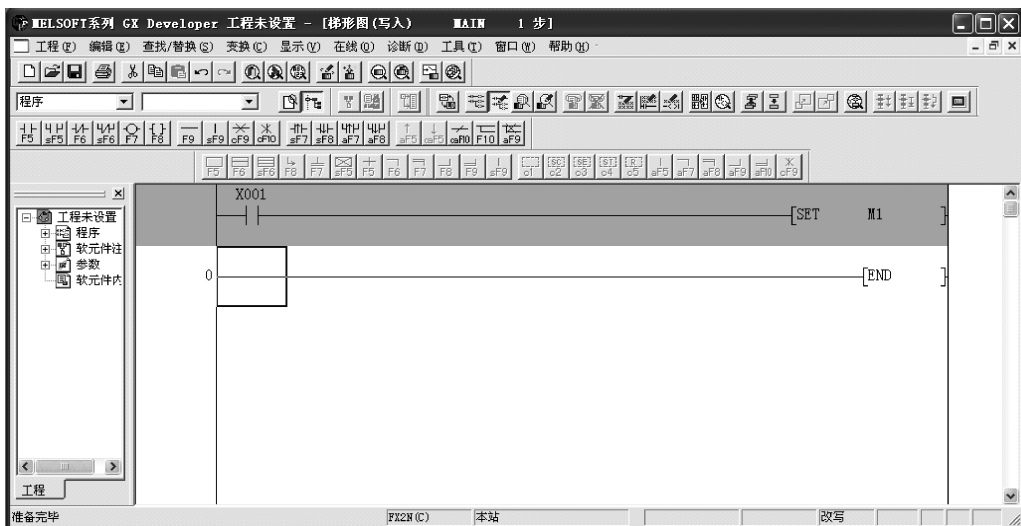

图 2-33 “SET M1”输入完毕画面
2) 采用前述类似的方法输入“SET M1”指令（或选择图标，然后输入相应的指令），输入完毕后单击“确定”按钮，即可得到如图 2-33 所示的画面。